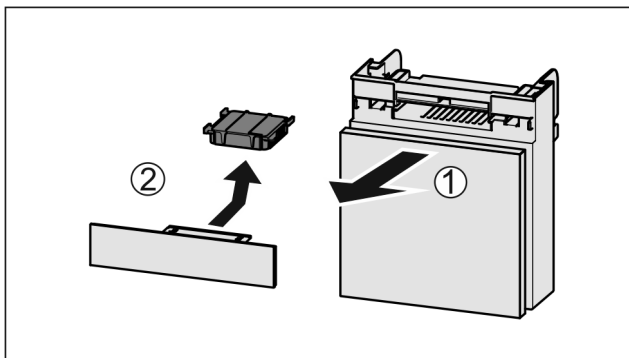

Fig. 107
- Estrarre il vano tirando in avanti Fig. 107 (1).
- Rimuovere il filtro a carboni attivi Fig. 107 (2).